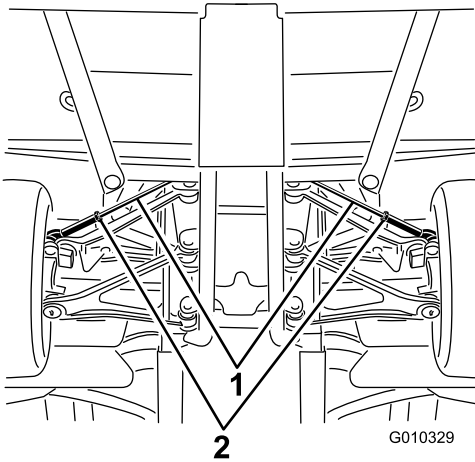

Figura 54
- A. Afloje la contratuerca del centro del tirante (Figura 54).